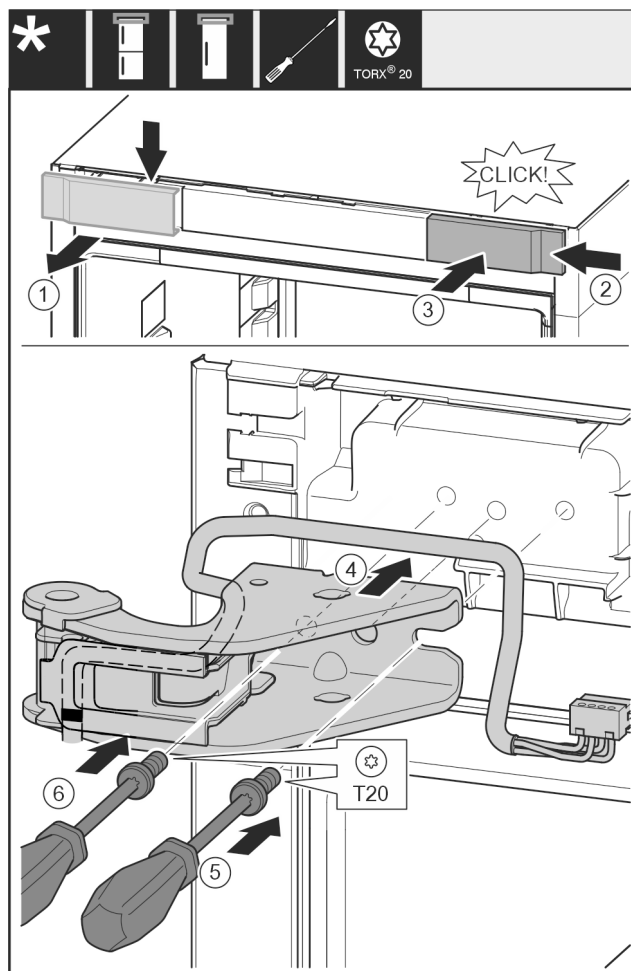

Fig. 32
- 从上方朝前取下盖板。Fig. 32 (1)
- 将盖板旋转 180° 至另一侧从右边挂上。Fig. 32 (2)
- 卡入盖板。Fig. 32 (3)
- 装上上方的托架。Fig. 32 (4)
- 用 T20 螺丝刀放上并旋紧螺钉。Fig. 32 (5)
- 用 T20 螺丝刀安装并旋紧螺钉。Fig. 32 (6)